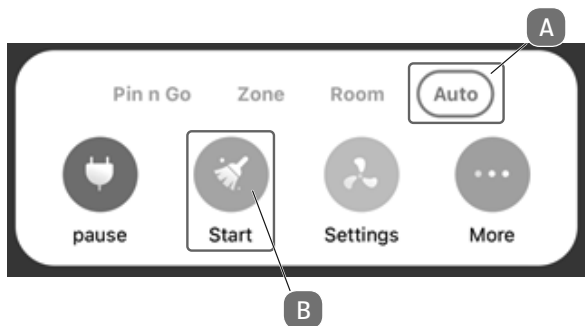

Fig. 12
- Per creare infine una mappa delle stanze dell'abitazione, il robot aspirapolvere e lavapavimenti deve effettuare un giro di ricognizione. A tale scopo, in **AUTO-MODUS** (A) cliccare su **START** (B) come illustrato (fig. 12).